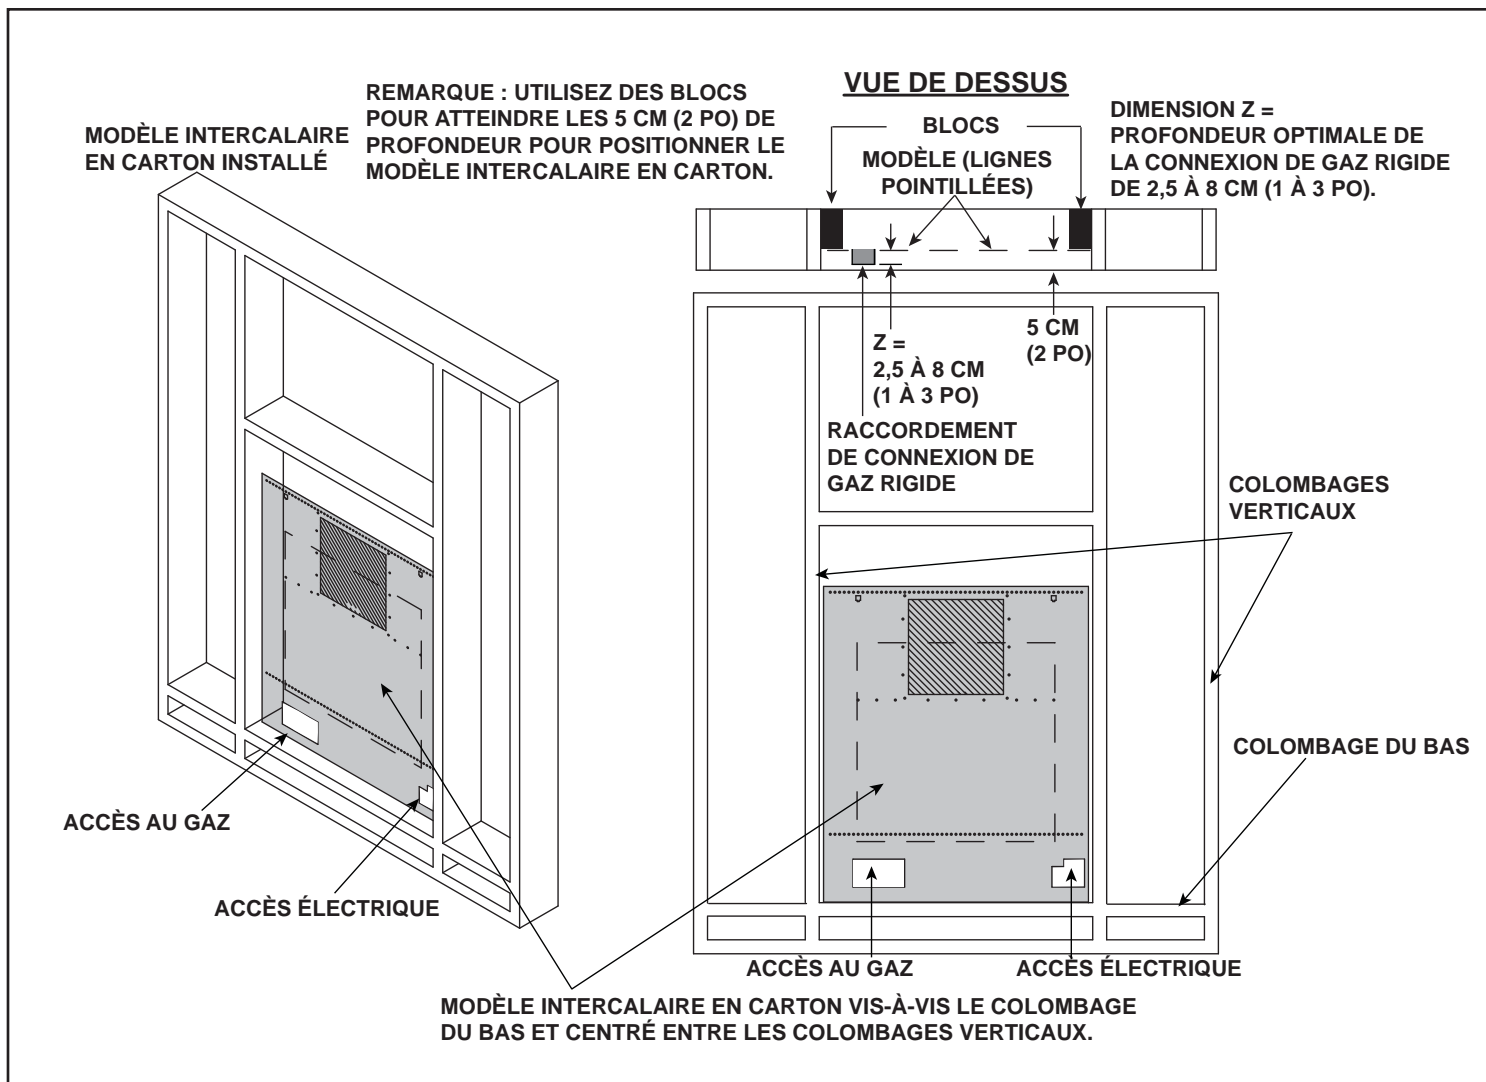

Figure 11.2 Modèle intramural avec intercalaire de carton
2. Un modèle intercalaire en carton peut être utilisé pour simplifier le processus d'installation. Communiquez avec votre détaillant ou consultez la section des pièces de rechange du manuel du propriétaire pour commander. Utiliser le modèle pour les installations du REVO aidera à localiser les connexions de gaz et d'électricité pour l'appareil. L'installation du modèle intercalaire en carton est présentée à la figure 11.2. Utilisez des blocs pour positionner le modèle intercalaire en carton par rapport à la profondeur.
**Remarque :** Les connexions de gaz rigides doivent avoir une extrémité à la profondeur de dimension spécifique « Z ». Voir les références à la dimension « Z » à la figure 11.2. De terminer l'extrémité de la connexion de gaz rigide à la dimension appropriée « Z », simplifiera le processus de connexion du gaz à l'appareil.